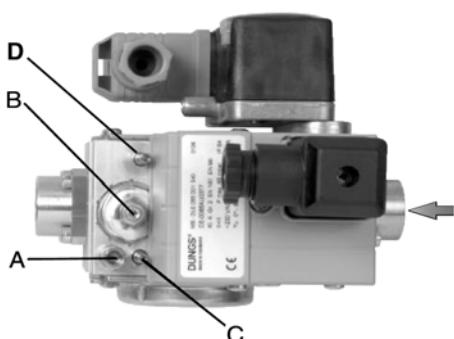

Fig. 8 -DUNGS MBC 65-DLE
- slabiti surubul A (Fig. 8) de la diuza de masurare . Conectati sonda de presiune .
- Setati la minim regulatorul de presiune prin surubul de reglare B (Fig. 8) , in sens invers acelor de ceas .
- Reglati flacara in timpul fazei de pornire prin intermediul bypass-ului C (vezi poz10 din Fig. 8). Prin rasucire in sensul acelor de ceas debitul scade , iar prin rasucire in sens invers acelor de ceas debitul creste . Nu depasiti debitul de pornire pentru ca, in caz contrar, regulatorul B (Fig. 8) va fi ineficient .
Actionati asupra regulatorului de presiune pentru a atinge debitul dorit, prin intermediul surubului B(Fig.8): rasuciti surubul in sensul acelor de ceas pentru a creste debitul si in sens invers acelui de ceas pentru a-l descreste .
Surubul de reglare D al regulatorului principal de debit este complet deschis (setare de fabrica) : NU SCHIMBATI POZITIA SA ! Odata ce reglarile sunt realizate , inchideti surubul A (Fig. 8) de la priza de masurare .